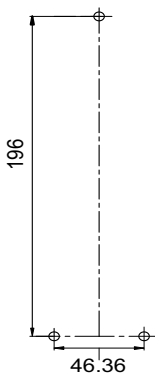

图 1
1. 用三颗螺钉拧紧 AXIS T8123-E/T8124-E。请参阅图 1（标记 1、2、3 处为螺钉孔位置）